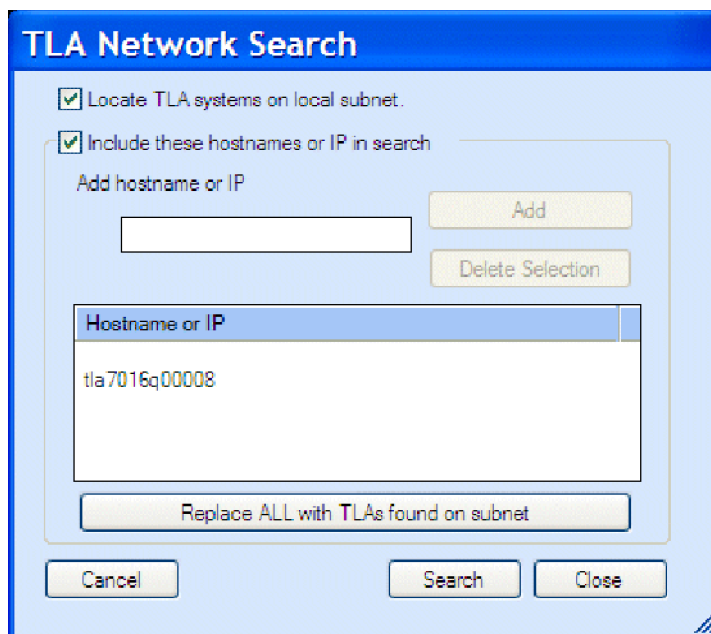

図 11: TLA Network Search ダイアログ・ボックス
- a.  (Search アイコン)をクリックし、TLA Network Search ダイアログ・ボックスを開きます。(図 11 参照)。